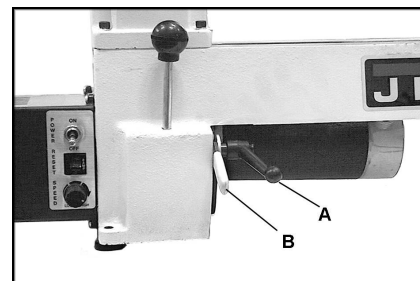

Fig 7
Desserrer la courroie. Desserrer la manette (A, Fig 7) et soulever le moteur avec le manche (B).